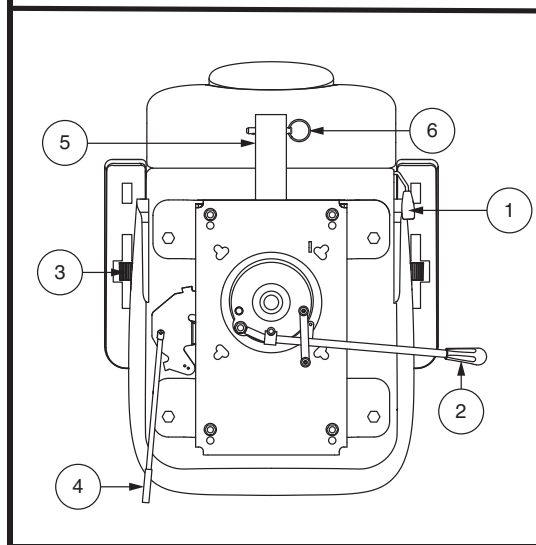

Figura 15. Regolazioni del sedile
Se il PMV è dotato di uno schienale reclinabile, per regolare il sedile reclinabile del PMV, osservare questi passaggi. **Vedere figura 15.**
1. Tirare verso l'esterno la leva di scorrimento del sedile. **Vedere figura 15.**
L'inclinazione del bracciolo del PMV è regolabile verso il basso o verso l'alto ruotando l'apposito selettore. **Vedere figura 15.**
1. Tirare verso l'esterno la leva scorrimento sedile (situata sul lato inferiore sinistro del sedile). **Vedere figura 15.**
La staffa accessoria montata posteriormente consente di collegare un accessorio personale, come un cestino, un porta-deambulatore, o una bombola di ossigeno alla parte posteriore del PMV. Utilizzare il perno di fermo per fissare saldamente l'oggetto alla staffa accessoria. **Vedere figura 15.** Per dettagli rivolgersi al fornitore autorizzato.